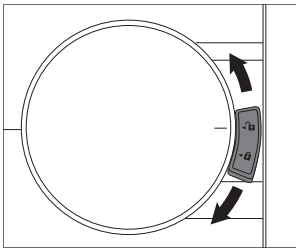

図 36
- 7) ドアハンドルレバーがスムーズに動作することを確認します。(固い場合はパッキンが浮いていると思われるので、再度押し込んでください) (図 36)